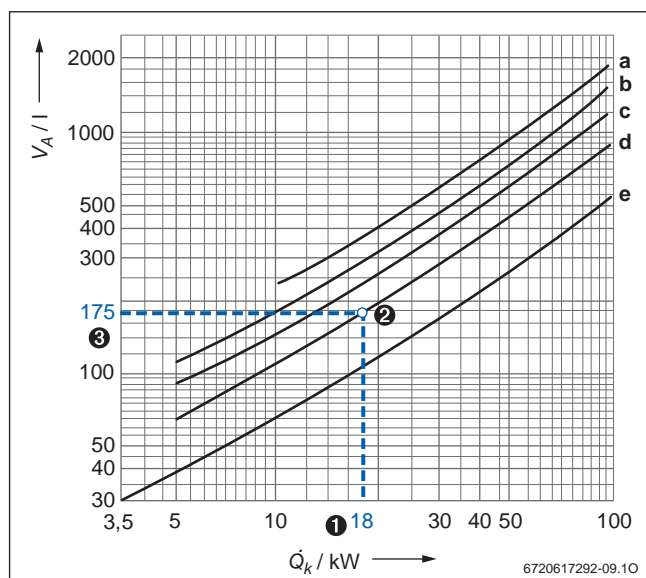

Bild 17 Anhaltswerte für den durchschnittlichen Wasserinhalt von Heizungsanlagen
In Abhängigkeit von verschiedenen Parametern der Heizungsanlage lässt sich das Anlagenvolumen aus dem Diagramm ablesen (→ Bild 17).
Das nach Punkt 3 aus dem → Bild 17 abgelesene Anlagenvolumen muss kleiner sein als das maximal zulässige Anlagenvolumen. Wenn das nicht zutrifft, muss ein größeres Ausdehnungsgefäß gewählt werden.
(→ Bild 17, Kurve d)
❹ Erforderlich ist ein AG mit 12 l Inhalt (→ Tabelle 7), weil hierfür das nach Bild 17 ermittelte Anlagenvolumen kleiner als das maximal zulässige Anlagenvolumen ist.